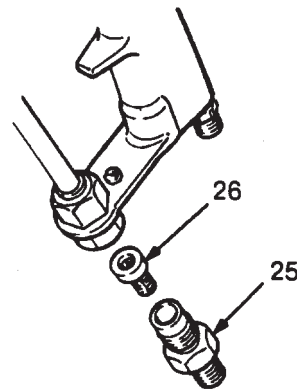

Fig. 6
3. Limpiar diariamente el filtro de fluido de la pistola (26). Ver Fig. 6.
- a. Desenroscar y retirar el adaptador de entrada de fluido (25).
- b. Retirar el filtro (26) y limpiarlo perfectamente en un disolvente compatible no conductor.